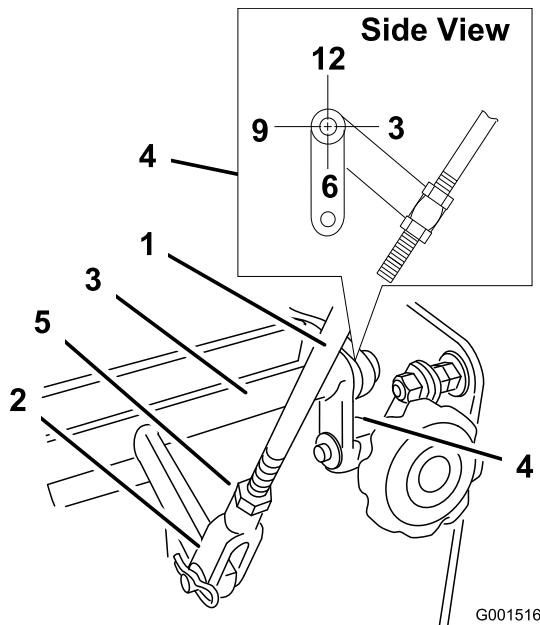

Figura 34
4. Compruebe la orientación de las barras laterales situadas en los extremos del la barra de control de velocidad. Estas barras deben estar orientadas hacia abajo en la posición de las 6 aproximadamente (Figura 34).
5. Ajuste la horquilla enroscada del extremo del acoplamiento de control de velocidad hasta que las barras estén en la posición de las 6 (Figura 34).